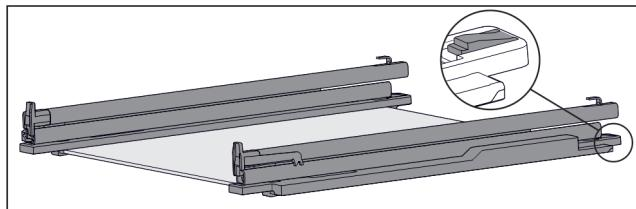

Fig. 110 Стъклена плоча с релси и задържащи части
- ▶ Натиснете надолу задържащата част отзад (вж. Fig. 110) и едновременно с това избутайте релсата назад.